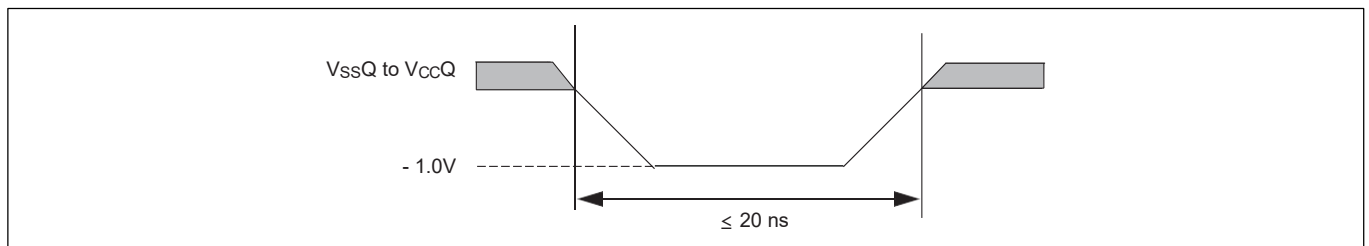
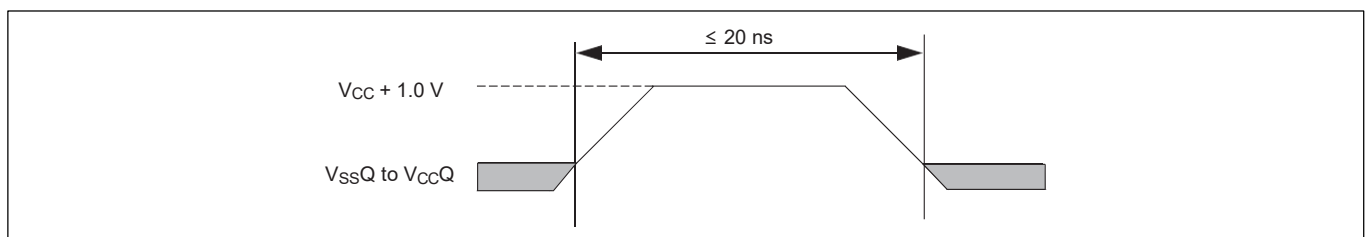

图27 最大负过冲波形
图28 最大正过冲波形
- 输入或 I/O 信号上的最小直流电压为 -1.0V。在电压转换期间，输入或 I/O 信号可能低于 V_{SS} 至 -1.0V，持续时间长达 20 ns。见 图 27。输入或 I/O 信号上的最大直流电压为 V_{CC} + 1.0V。在电压转换期间，输入或 I/O 信号可能高于 V_{CC} + 1.0V，持续时间长达 20 ns，见 图 28。